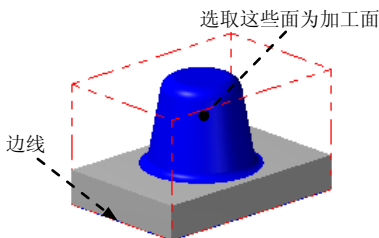

图 5.8.2 选取加工面
(1) 在图形区中选取图 5.8.2 所示的曲面，然后按 **Enter** 键，系统弹出“刀具/曲面选择”对话框。
(2) 单击“刀具/曲面选择”对话框 **边界范围** 区域的 按钮，系统弹出“串连”对话框，选取图 5.8.2 所示的边线，单击 按钮，系统重新弹出“刀具/曲面选择”对话框，单击 按钮，系统弹出“曲面残料加工”对话框。